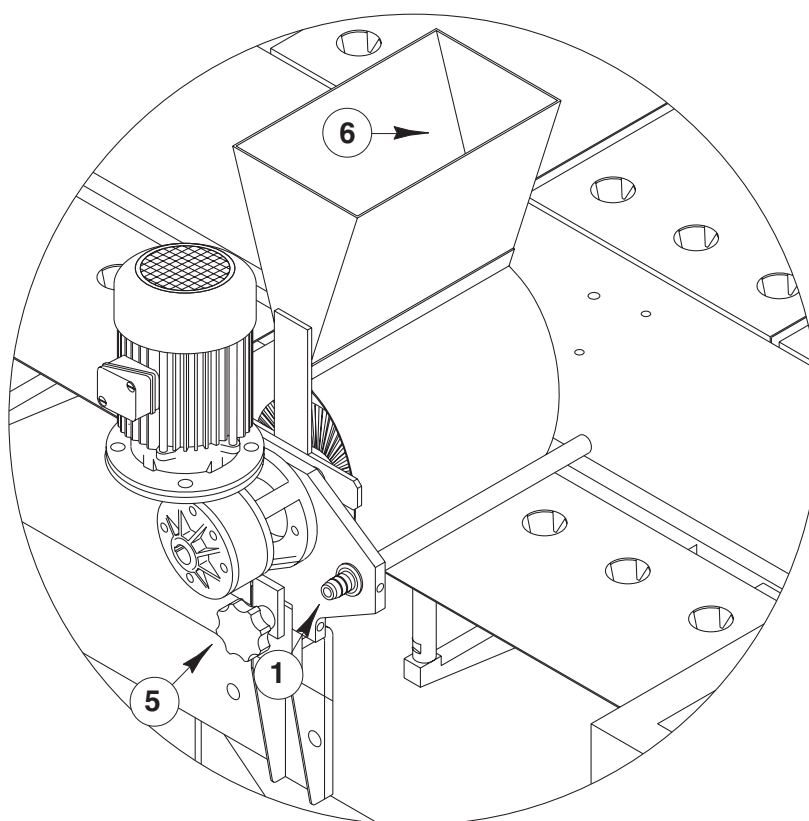

Fig. 7.1
- 2) Coloque al portagoma del cepillo giratorio (*Pos.1, Fig.7.1*) una línea de agua caliente.
- 5) Agregue la solución de lavado a la tolva (*Pos.6, Fig.7.1*) siguiendo la tabla de productos aconsejados indicada sucesivamente.
Para regular la altura de la escobilla con respecto al plano de las bandejas, de modo que las limpie sin una presión excesiva, intervenga sobre la placa de regulación (*Pos.5, Fig.7.1*).